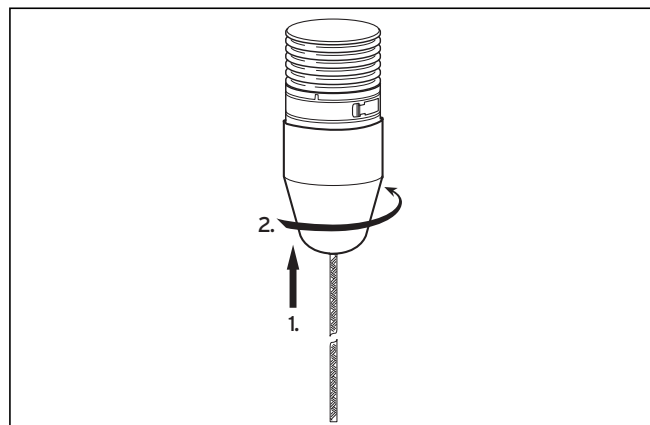

Рис. 4.57 Крепление принадлежности для монтажа
- Закрепите монтажную принадлежность на вставном элементе (→ рис. 4.57). Ни в коем случае не пытайтесь протянуть выпускной газопровод через шахту без принадлежности для монтажа!